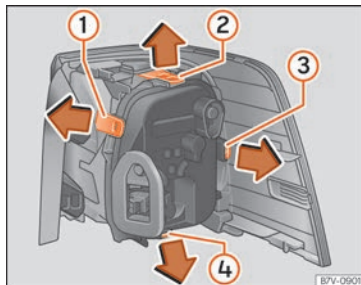

Fig. 71 Groupe optique arrière dans la carrosserie : démontage du porte-ampoule.
- Pour débloquer le porte-ampoule, appuyez sur les languettes de fixation » fig. 71 ① à ④ dans le sens de la flèche.